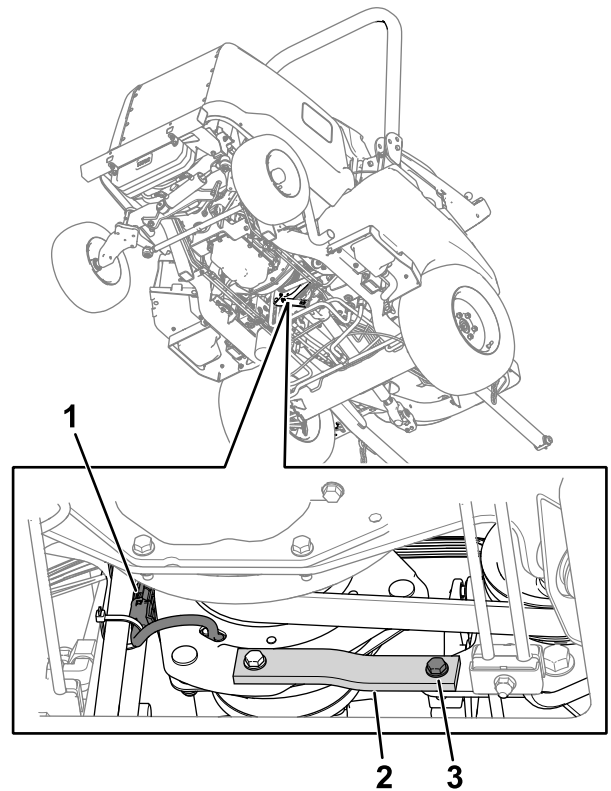

Figura 79
2. Deconectai conectorul cablului de ambreiaj de la cablul mainii (Figura 79).
3. Îndepărtați urubul, aibă și piuliă de pe benzile din metal i cauciuc (Figura 79) de pe cadru.